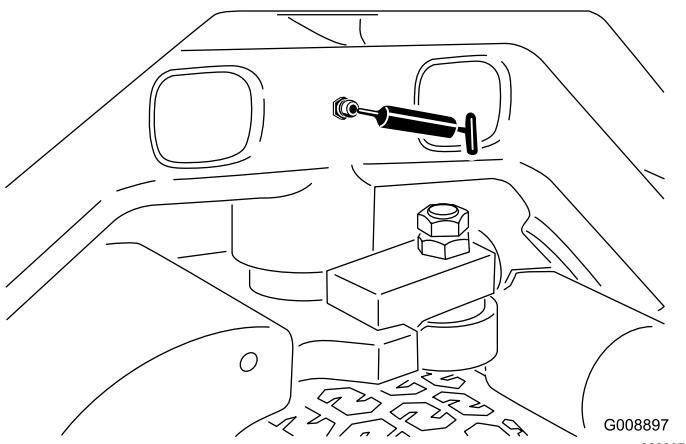

Figura 41
- Perno dello sterzo (Figura 41)